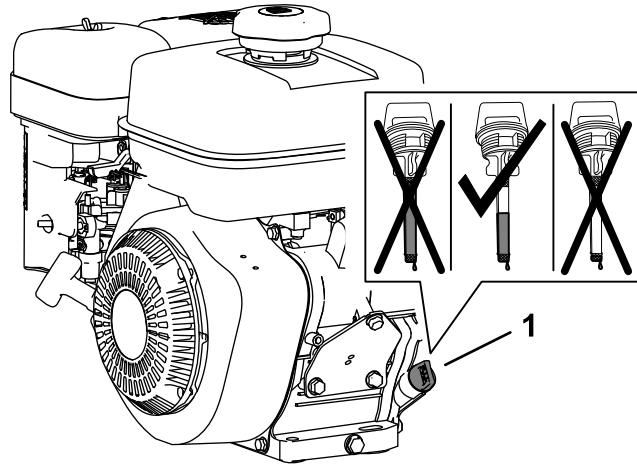

Figura 15
2. Despeje lentamente 0,6 litros do óleo especificado na caixa do cárter do motor através do tubo de enchimento (Figura 15).
4. Retire a vareta do tubo de enchimento e observe o nível do óleo na vareta (Figura 15).
- Nota:** O nível do óleo tem de cobrir entre as áreas marcadas na vareta (Figura 15)
6. Aperte à mão a vareta no tubo de enchimento (Figura 15).
1. Retire a vareta do tubo de enchimento do motor e limpe-a com um pano limpo (Figura 15).